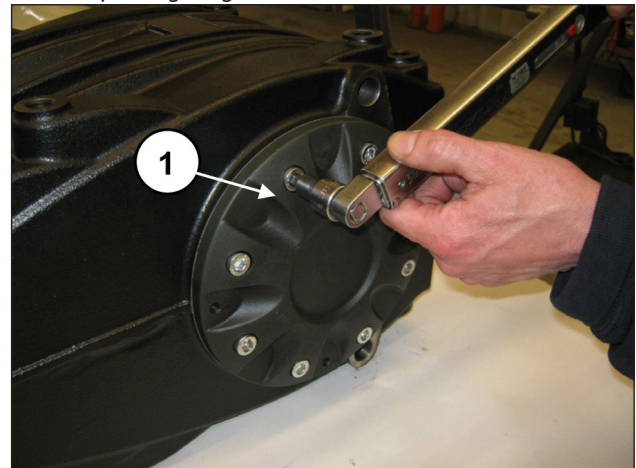

Abb. 60
Drehen Sie die 8 Schrauben M10x30 fest (Pos. ①, Abb. 60). Eichen Sie die Schrauben mit einem Drehmomentschlüssel, wie in Kapitel 3 gezeigt.